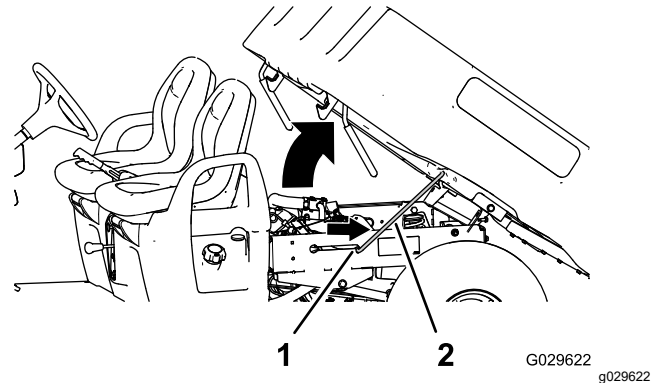

Figura 15
2. Tire de la varilla de sujeción hasta que entre en la muesca de retención para sujetar la plataforma (Figura 15).
2. Extraiga la varilla de sujeción de la ranura de retención (Figura 15).
3. Baje la plataforma hasta que se enganche firmemente en su sitio (Figura 15).